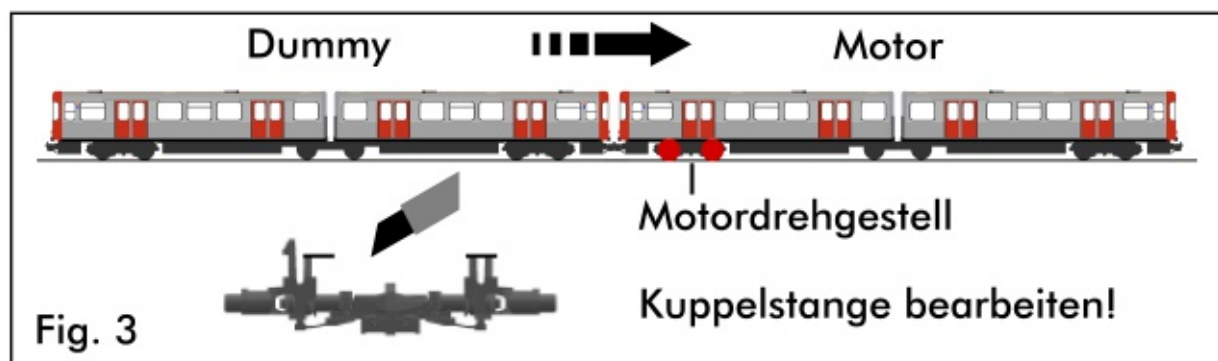
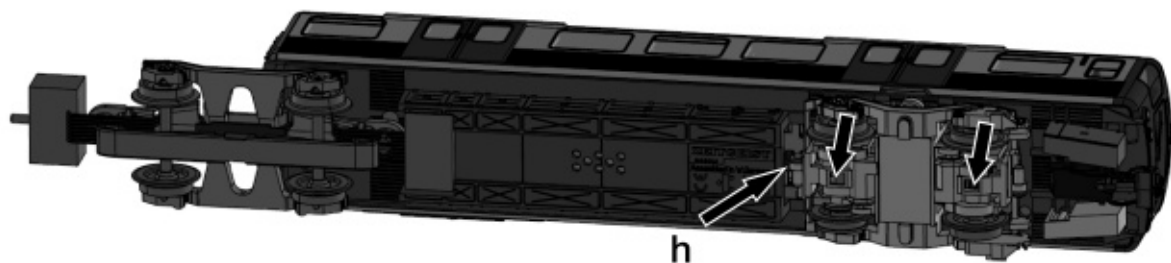

Fig. 3
Fig. 4
In der Packung befinden sich zwei Züge. Der angetriebene Zugteil lässt sich am schwereren Endwagen erkennen. Zum ausrüsten mit der Kuppelstange für Doppeltraktion ist die Haltenase gemäß (Fig 4) zu beschneiden. Für optimale Fahreigenschaften ist der Zug wie in (Fig. 3) beschrieben zu kuppeln.
**Fetten:** Gefettet werden die Achsen nur an den gekennzeichneten Schmierstellen (Fig. 4). Nur **ZEITGEIST-Fett 659999** verwenden. Nur eine Spatelspitze Fett pro Schmierstelle, sonst Überfettung. Bei lauten Geräuschen, Drehgestell nach unten abziehen und Schnecken schmieren.